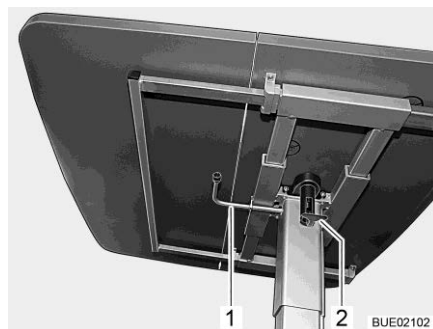

Bild 129 Lyftbord
Förskjuta bordsskivan: ■ För ned låsarmen (Bild 129,2).
- Sväng spaken (Bild 129,1) under bordsskivan 180° medurs. Lyftmekanismen i bordsbenet låses upp.
- Sväng spaken (Bild 129,1) under bordsskivan 180° medurs. Bordsskivan åker själv upp till det övre ändläget.